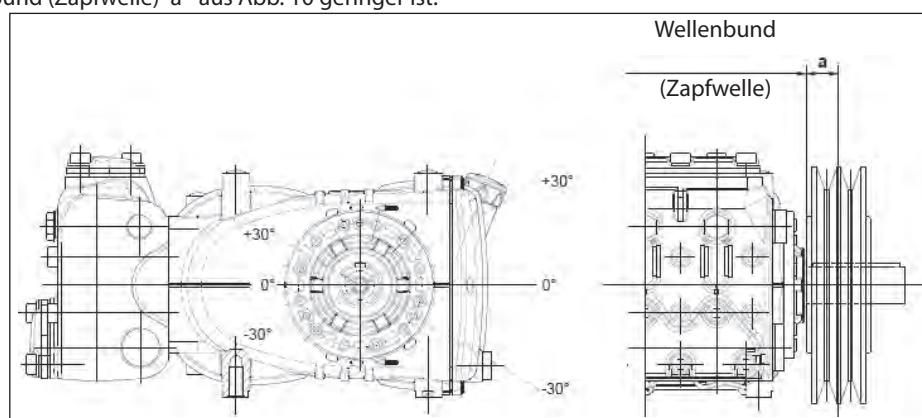

Abb. 10
Die radiale Belastung der Welle darf 3000 N (für die Definition der Anordnung erforderlicher Wert) nicht übersteigen. Der Antrieb gilt als richtig bemessen, wenn die Belastung bei einem maximalen Abstand **a=30 mm** vom Wellenbund (Zapfwelle) angewandt wird, siehe Abb. 10.
- b) Verwenden Sie Hochleistungsriemen - zum Beispiel **XPB** statt **SPB** - da hierbei weniger Riemen bei gleicher Leistungsübertragung benötigt werden und der Abstand zum Wellenbund (Zapfwelle) "a" aus Abb. 10 geringer ist.
- e) Folgen Sie der Spannungsrichtung des Riemens lt. Angaben in Abb. 10. Wenden Sie sich bei anderen Anforderungen an die **technische Abteilung** oder den **Kundendienst**.